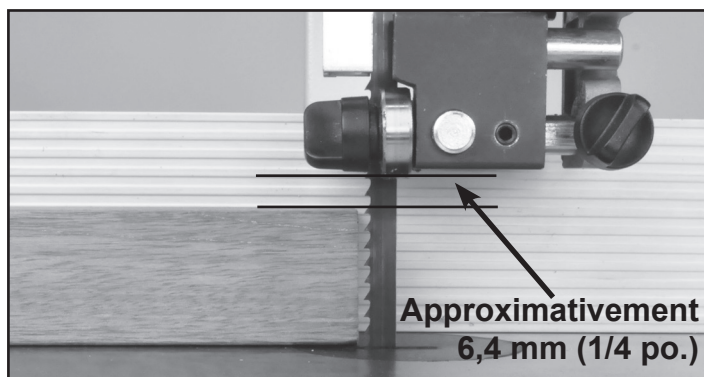
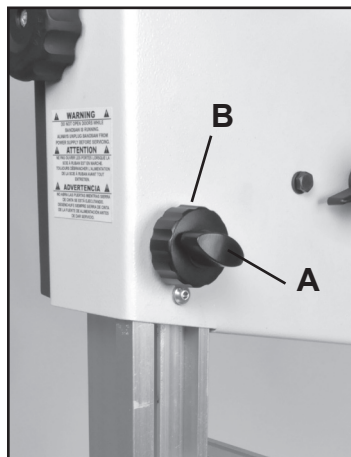

FIGURE 28
FIGURE 29
REMARQUE : Avant de découper, réglez les roulements du guide supérieur à environ 6,4 mm (1/4 po.) au-dessus de la surface supérieure de la pièce de travail. Cette action donnera le meilleur contrôle de la lame. FIG. 28.
1. Desserrez le bouton de verrouillage (#141, 29, A) du poteau de guidage et tournez la poignée du poteau de guidage (#140, FIG. 29, B) pour monter ou abaisser le poteau de guidage de l'assemblage de la partie supérieure de la lame à la hauteur voulue au-dessus de la table ou de la pièce de travail. FIG. 28 et 30.